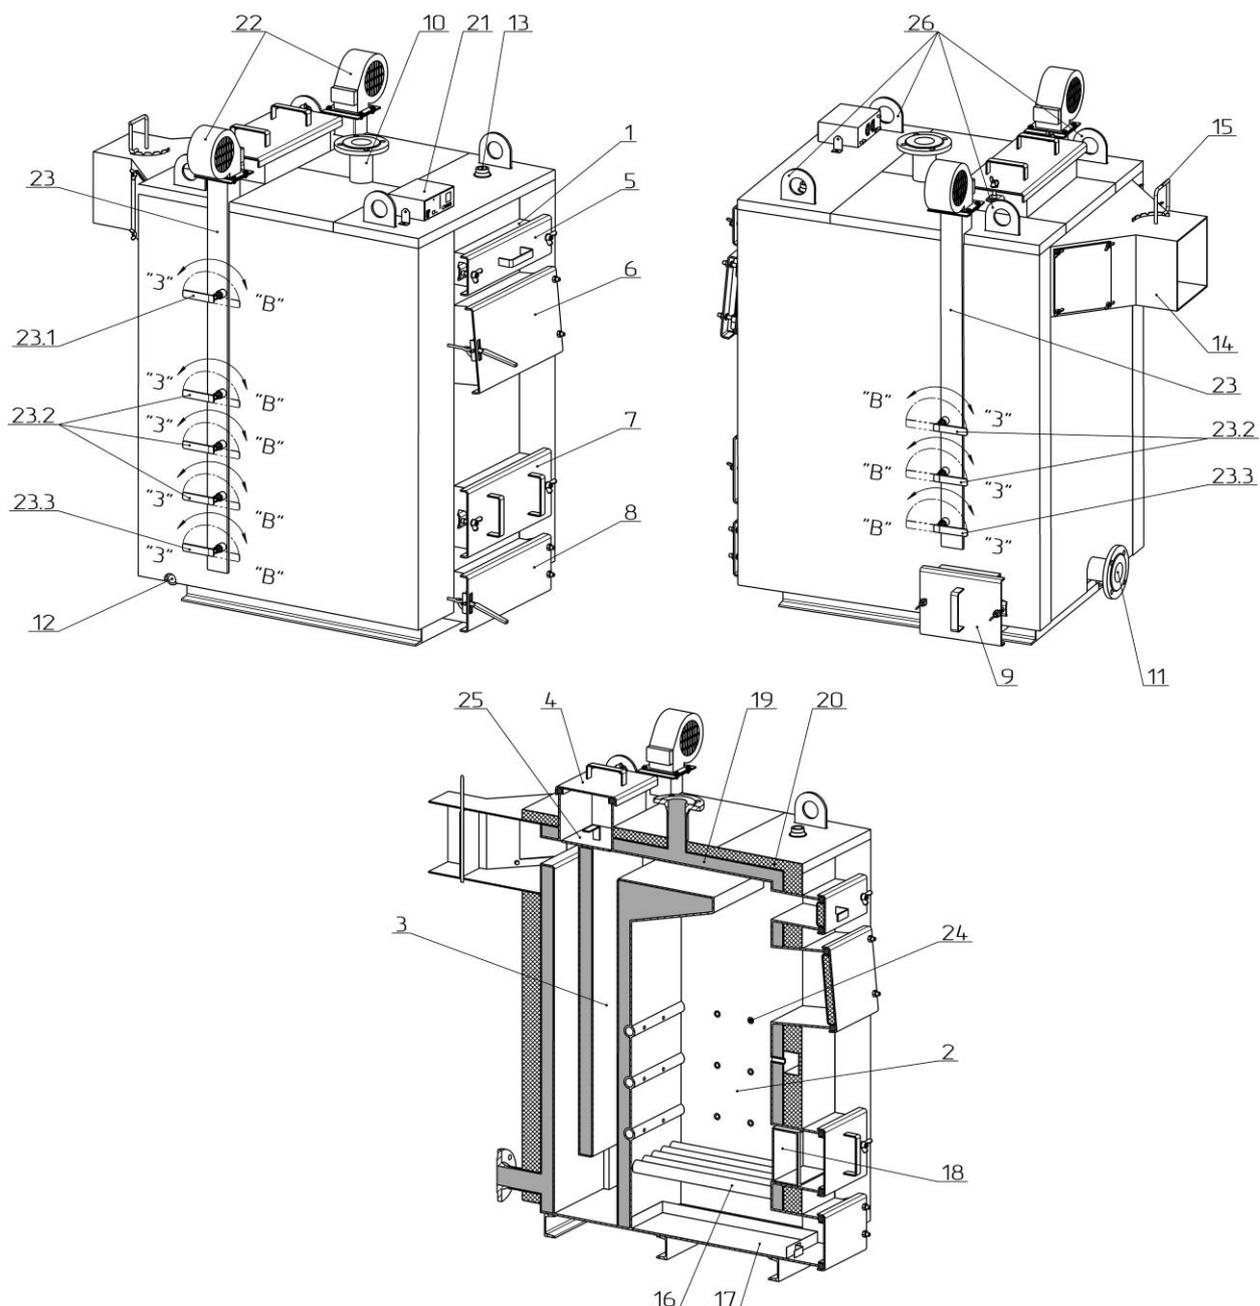

Рисунок 2 – Зовнішній вигляд та основні елементи котла
Конструктивно котел являє собою збірно-зварену конструкцію, що складається з корпусу (поз. 1, рис. 2) з камерою згоряння (топкою) (поз. 2, рис. 2). Конвекційна частина котла складається з комбінованого триходового теплообмінника (поз. 3, рис. 2) – горизонтальної (верхньої) полиці та двох вертикальних колодязів.
Корпус котла виконаний в формі паралелепіпеду з подвійними стінками, які розділені водними перегородками (поз. 19, рис. 2). На зовнішній поверхні корпусу під декоративною обшивкою закріплена теплова ізоляція. (поз. 20, рис. 2).
Паливо для процесу спалення завантажується на колосникові ґрати (поз. 16, рис. 2) крізь завантажувальні дверцята (поз. 6, рис. 2). Колосникові ґрати виконані з товстостінних безшовних труб по яких постійно циркулює вода з водяної оболонки котла, що унеможливує їх прогорання. Згоряння палива в топці відбувається за участю повітря, яке постачається по двом каналам подачі повітря (правому та лівому) (поз. 23, рис. 2) припливними вентиляторами (поз. 22, рис. 2). Кількість повітря, необхідного для процесу згоряння, регулюється автоматично блоком автоматики управління (поз. 21, рис. 2).
Підведення і відведення теплоносія здійснюється відповідно через патрубки зворотної мережної води (поз. 11, рис. 2) і прямої мережної води (поз. 10, рис. 2).
Топочні гази виходять у димохід крізь боров (поз. 14, рис. 2), розташований у задній частині котла. Боров обладнано вбудованим дросельним клапаном продуктів згоряння – шибером (поз. 15, рис. 2). У випадку надто високої тяги у димоході шибер дає можливість її знизити шляхом часткового перекидання вихідного отвору борова.
Зола, яка утворюється в процесі згоряння палива, зсипається в нижню частину корпусу котла в якій розташована висувна полиця для золи – зольник (поз. 17, рис. 2).
У верхній частині корпусу котла розташований штуцер для встановлення запобіжного клапана або групи безпеки котла (поз. 13, рис. 2).
На бічній стінці корпусу у нижній її частині розміщено штуцер для зливу води з котла (поз. 12, рис. 2).
Для проведення завантажувально-розвантажувальних робіт з котлом, у верхній його частині передбачені такалажні елементи (поз. 26, рис. 2).
- на передній стінці котла (поз. 5, рис. 2);
- у верхній частині котла (поз. 4, рис. 2);
- на бічній стінці (поз. 9, рис. 2).
- ревізійний дверцята (поз. 7, рис. 2) для періодичного чищення колосникових ґрат;
- дверцята зольника (поз. 8, рис. 2) для можливості спорожнення висувної полиці – зольника.